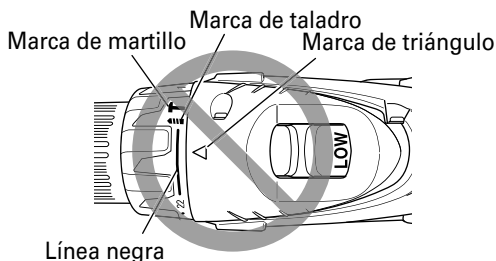

Fig. 6
- No utilice la unidad con el número de la dial del embrague en "22" y la línea negra en el medio de la marca de taladro. Si lo hiciese podrían producirse datos (Consulte la Fig. 6).